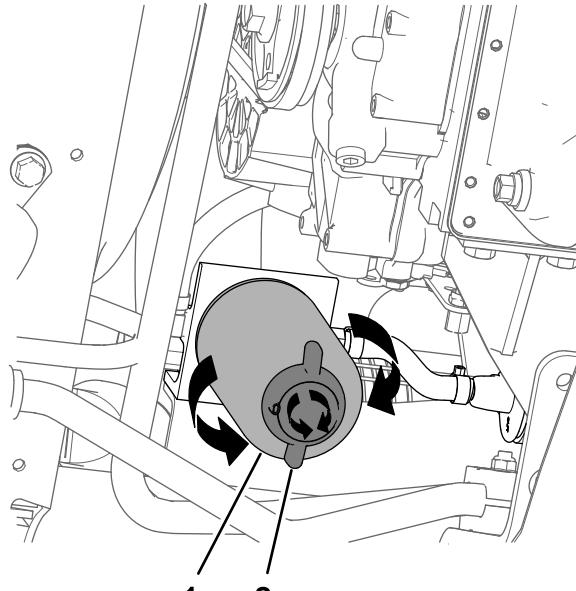

Bild 75
4. Stellen Sie eine Auffangwanne unter den Kraftstofffilter, siehe Bild 75 in Auswechseln des Wasserabscheider-Filters (Seite 63).
2. Stellen Sie eine Auffangwanne unter den Wasserabscheider-Filter (Bild 75).
3. Drehen Sie das Ablassventil unten am Wasserabscheider-Filter nach links (Bild 75).
4. Reinigen Sie den Bereich um den Wasserabscheider-Filter und die Befestigung des Filteradapters (Bild 75).
5. Entfernen Sie den Wasserabscheider-Filter (Bild 75).
9. Stellen Sie sicher, dass das Ablassventil unten am Wasserabscheider-Filter ganz nach rechts gedreht ist (Bild 75).